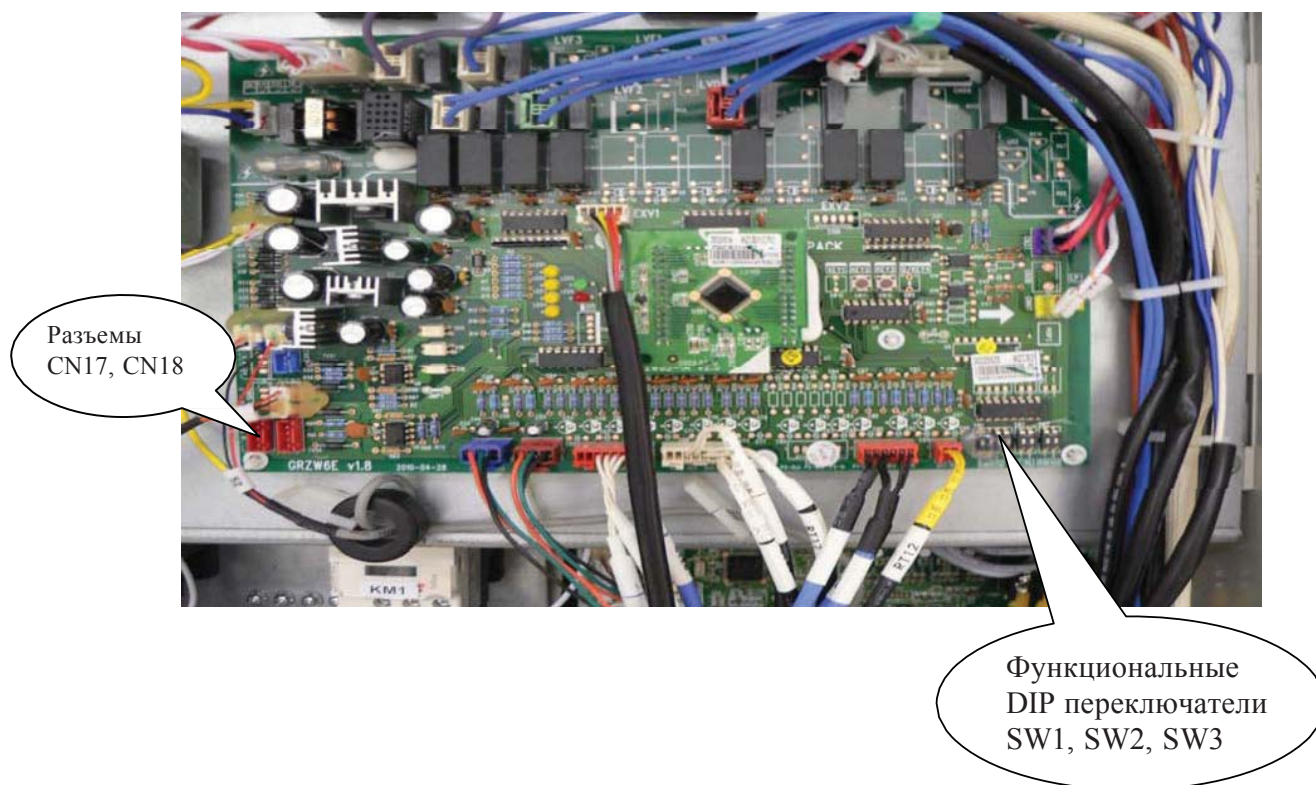

Рис. 7.5
7.2.3 Сигнальный кабель подключается к разъемам CN17, CN18 на основной плате (AP1) внешнего блока (рис. 7.5).